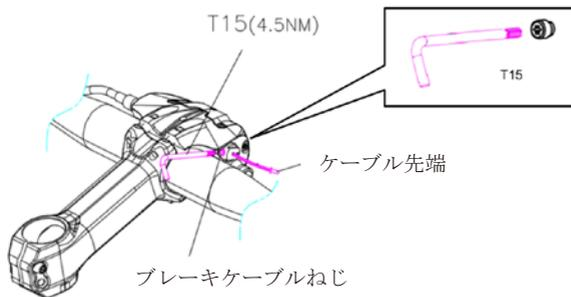

図 G-1 ケーブルを引っ張り、締め付けます
- ・ マスターシリンダ本体のブレーキケーブルのねじを緩めます。(図 G-1)
- ・ 制御ユニット、ハウジングおよびマスターシリンダを通してケーブルを配線します。ブレーキシリンダに負荷を加えないように注意しながら、ケーブルびんと張つを引き出します。(図 G-1)